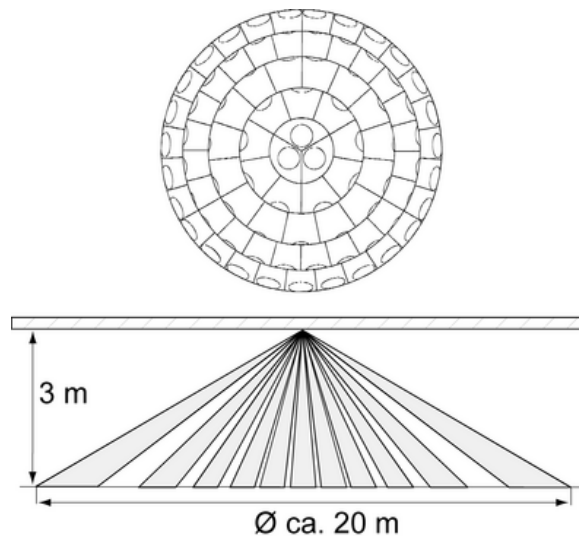
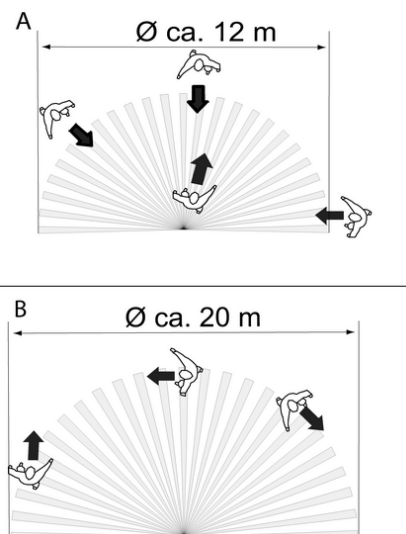

Figura 2: Ventana del sensor y área de detección
Figura 3: Área de detección dependiente del sentido de movimiento
El detector de movimiento tiene un área de detección de 360° (figura 2). El diámetro del área de detección depende de la altura de montaje y de la dirección de paso de personas en el área de detección (figura 3). Para una altura de montaje de 3 m el máximo diámetro medido en el suelo es de entre 12 y 20 m.
- i** Tener en cuenta la dirección de movimiento (figura 3). Los movimientos perpendiculares al detector, ilustración B, se detectan mejor que los movimientos hacia o desde el detector, ilustración A.